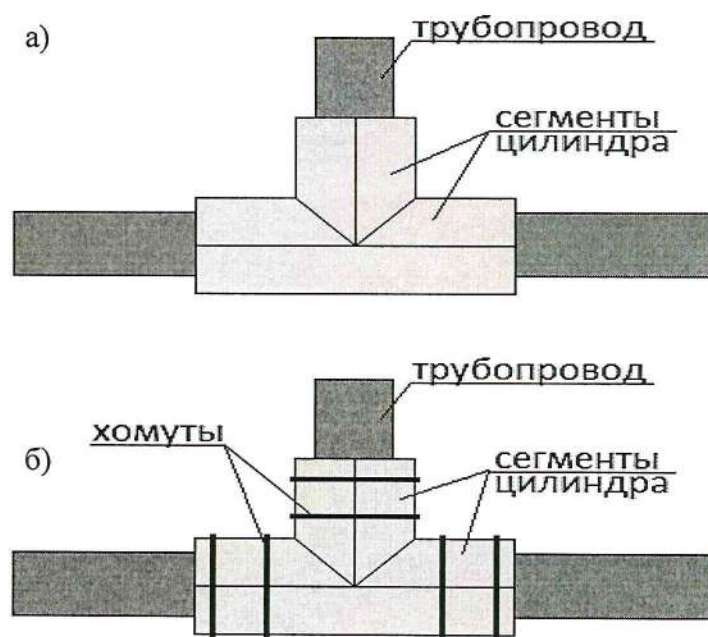

Рис. 4.
- нарезка цилиндров для осуществления их совместной врезки (рис. 4а);
- фиксация смонтированных цилиндров поперечными хомутами из стальной проволоки или стальной ленты (рис. 4б);